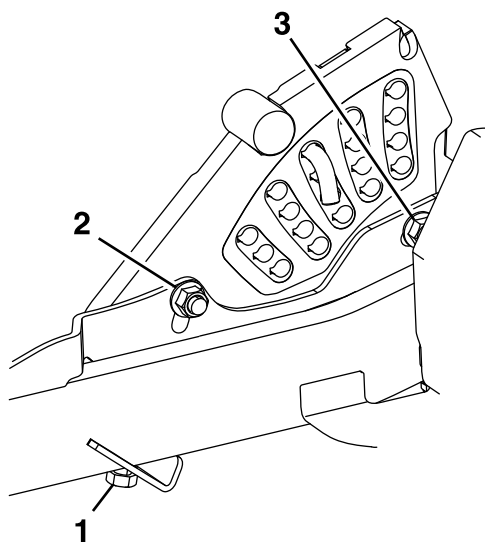

Figura 85
13. Si las 4 tuercas de ajuste de la carcasa no permiten lograr una altura de corte exacta con la inclinación necesaria, puede ajustar el sistema de ajuste de un solo punto (**Figura 85**).
14. Para ajustar el sistema de un solo punto, primero afloje los pernos de montaje delantero y trasero de la placa de altura de corte (**Figura 85**).
16. Apriete los 2 pernos en el borde inferior de la pletina de altura de corte (**Figura 85**).